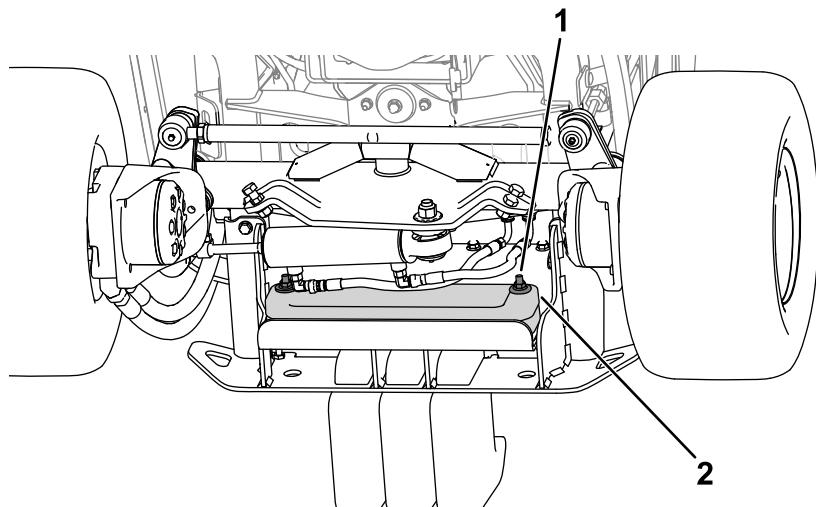

図 18
2. 新しい金具を使ってウェイトをバンパーに固定する図 18。